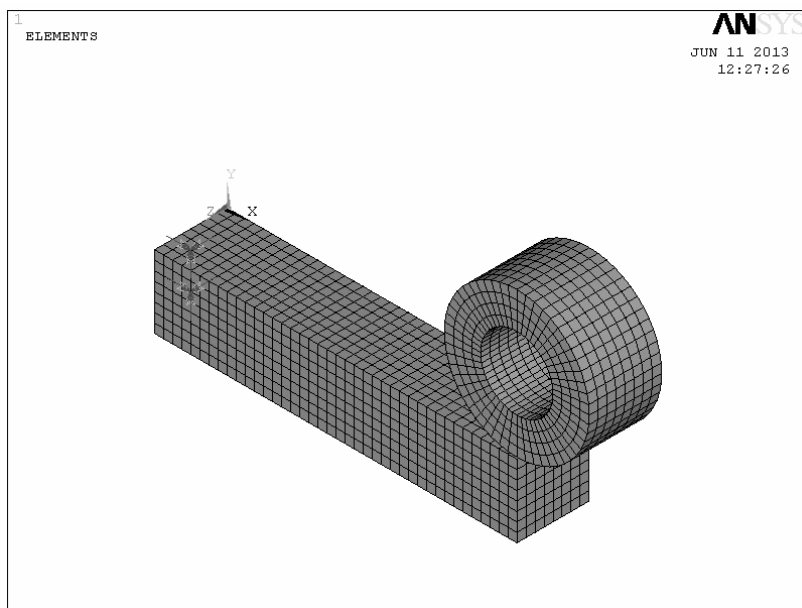

图 2-175 B、C 梁板的两个左端面被约束
(4) 拖动“Apply U, ROT on Areas”窗口右上方方框后的滚动条,单击选中“All DOF”,然后单击该窗口中的“OK”按钮。
(5) 图形窗口中显示 B、C 梁板的两个左端面被约束(见图 2-175)。